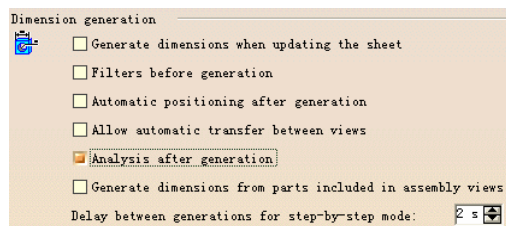

图 6-63
(1) Dimension generation (生成尺寸) 选项组 (如图 6-63 所示)